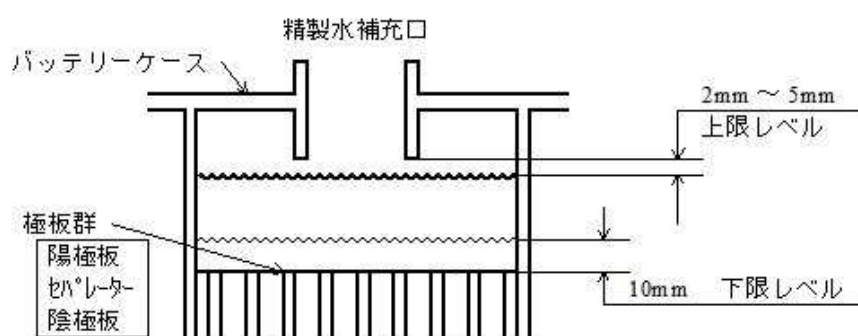

図27. 電解液の量
下端から液面までの距離が 2 ～ 5 mm 程度ならば正常。(図27参照)
1. バッテリー液(電解液)が足りていない補液口に精製水をゆっくりと、液面が補液口下から 3 mm 位まで注ぐ。(図27参照)